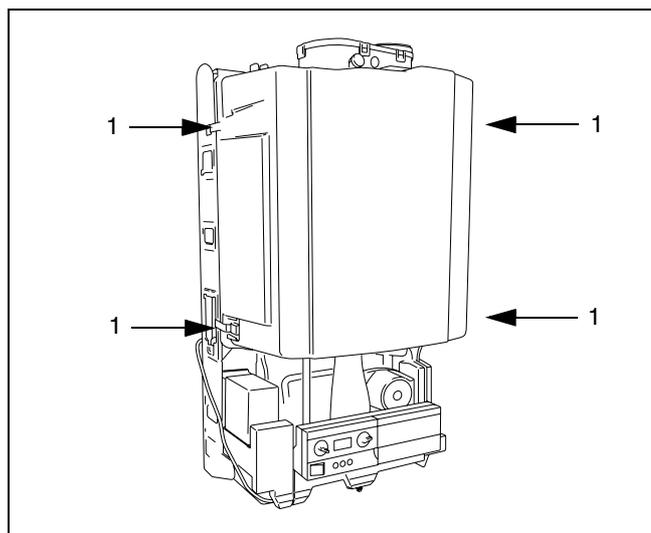

Abb. 14 Entfernen der Brennerhaube
- Brennerhaube durch Lösen der vier Schnellverschlüsse abnehmen (Abb. 14, Pos.1).